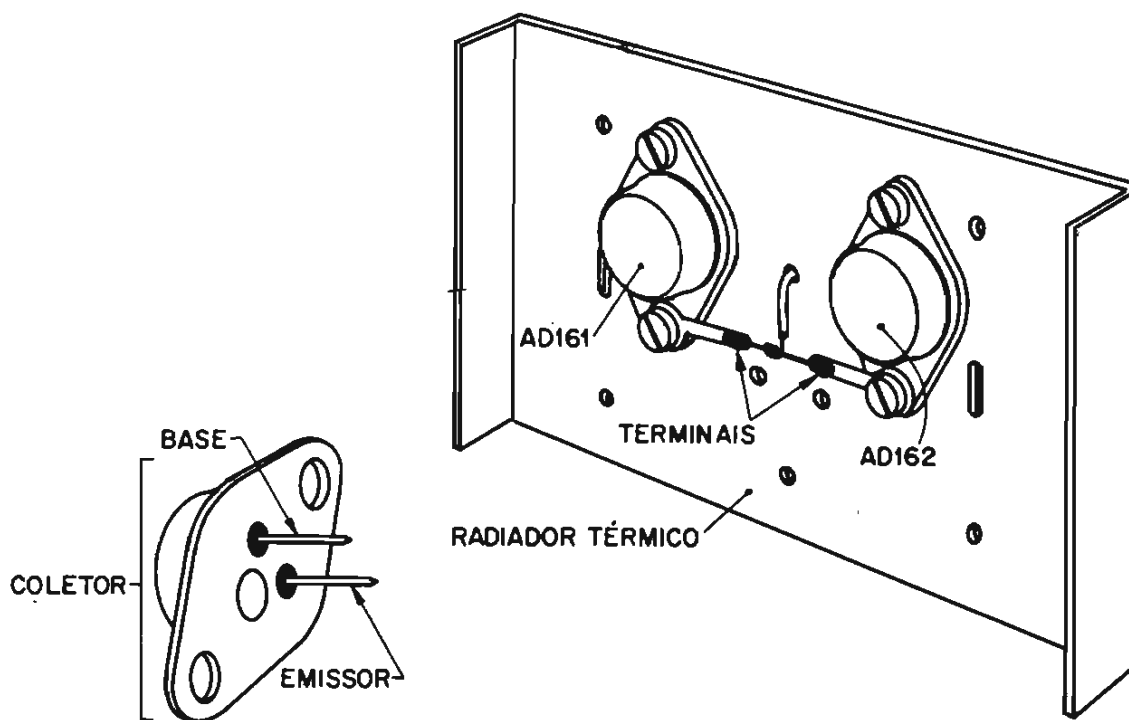
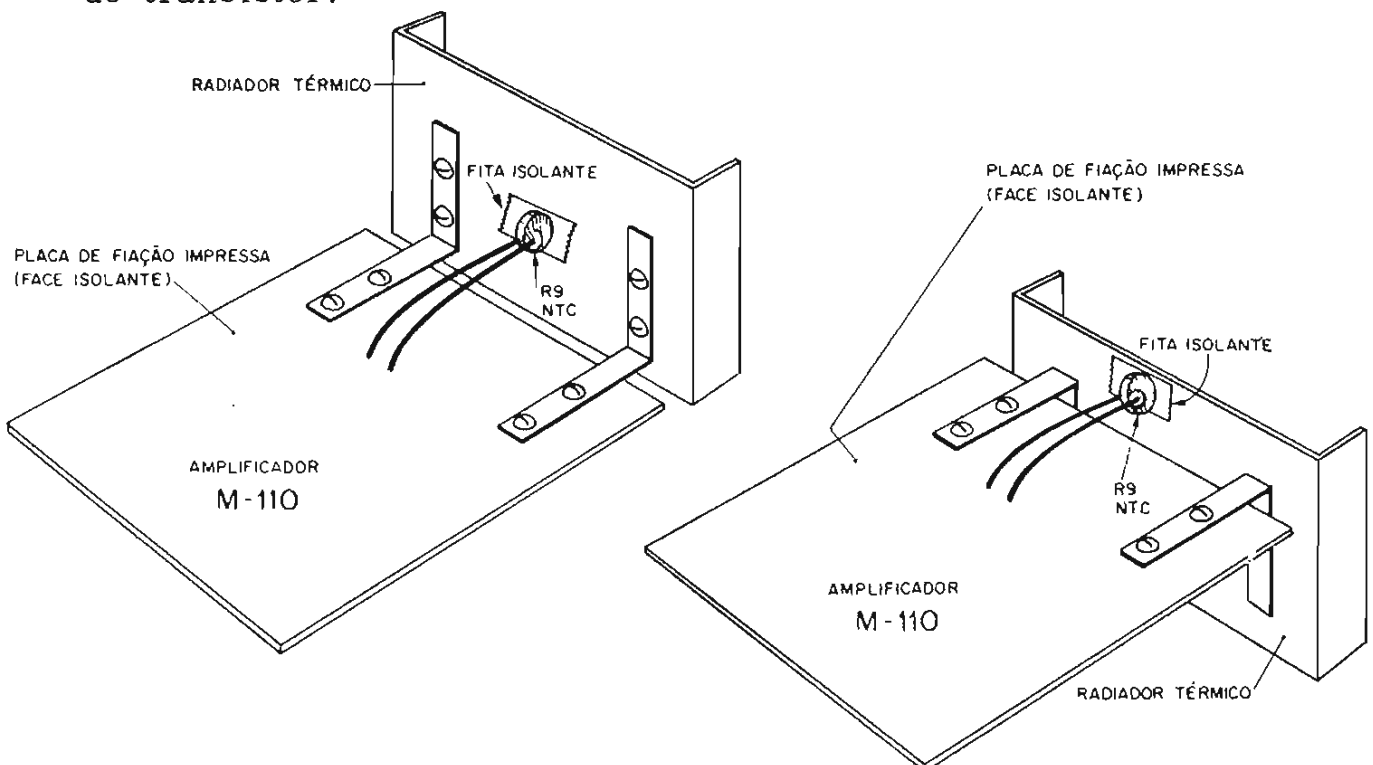

Figura 10 - Identificação dos terminais e colocação de T_5 e T_6 no radiador térmico.
Figura 12 - Fixação do radiador
- 13 - Monte os transistores AD161 e AD162 no radiador térmico preto. Observe a posição dos transistores na figura 10; a furação do radiador dará a orientação correta.
Antes de fazer a montagem passe graxa de silicone ou vaselina comum na parte inferior de cada transistor (esta área ficará em contato com o radiador térmico). Fixe os transistores T_5 e T_6 no dissipador usando parafusos de 4mm de diâmetro, colocando entre o parafuso e o transistor o terminal de contato de coletor, como indicado na figura 10.
14 - Interligue e solde os extremos livres dos terminais fixados na operação anterior (indicado na figura 10).
- 16 - Fixe o radiador na placa de fiação impressa por meio de dois suportes em "L" colocando 4 parafusos e porcas de 3mm no radiador, conforme figura 12.
ATENÇÃO - Os suportes devem sempre ser colocados na face isolante da placa. Na figura 12 estão indicados dois modos de posicioná-los. Note que os transistores T_5 e T_6 , (figura 10) invertem sua posição.